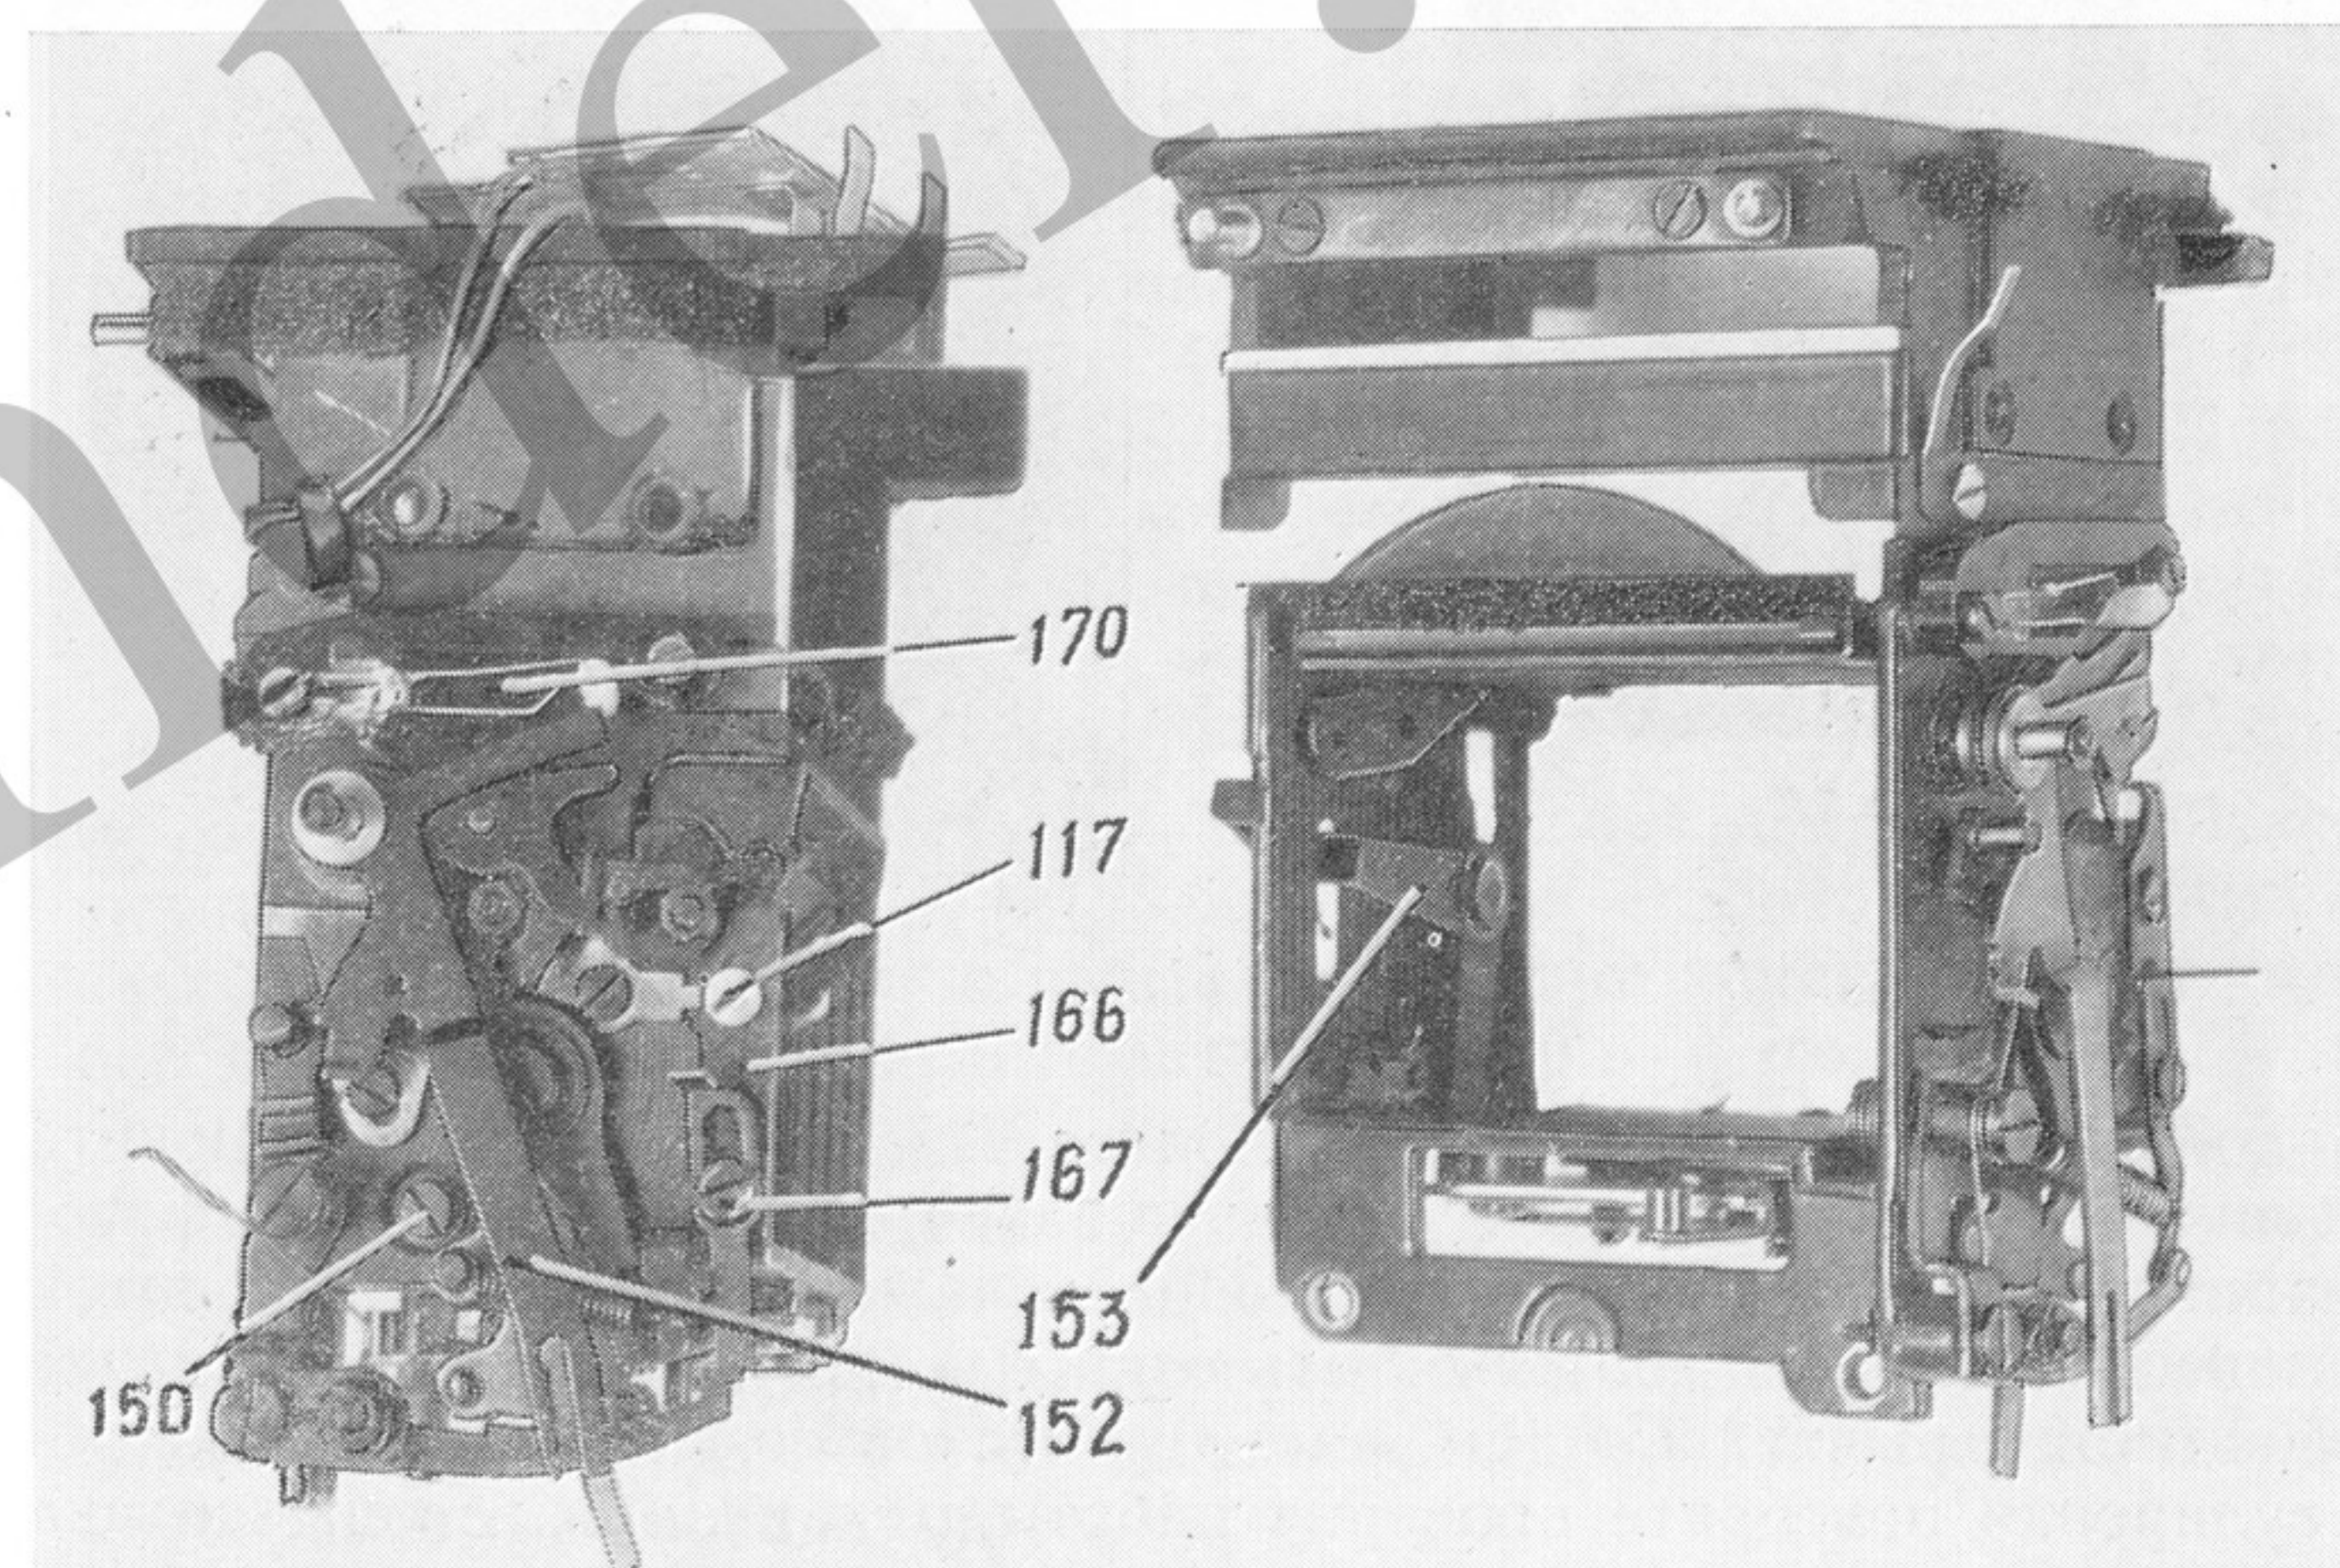
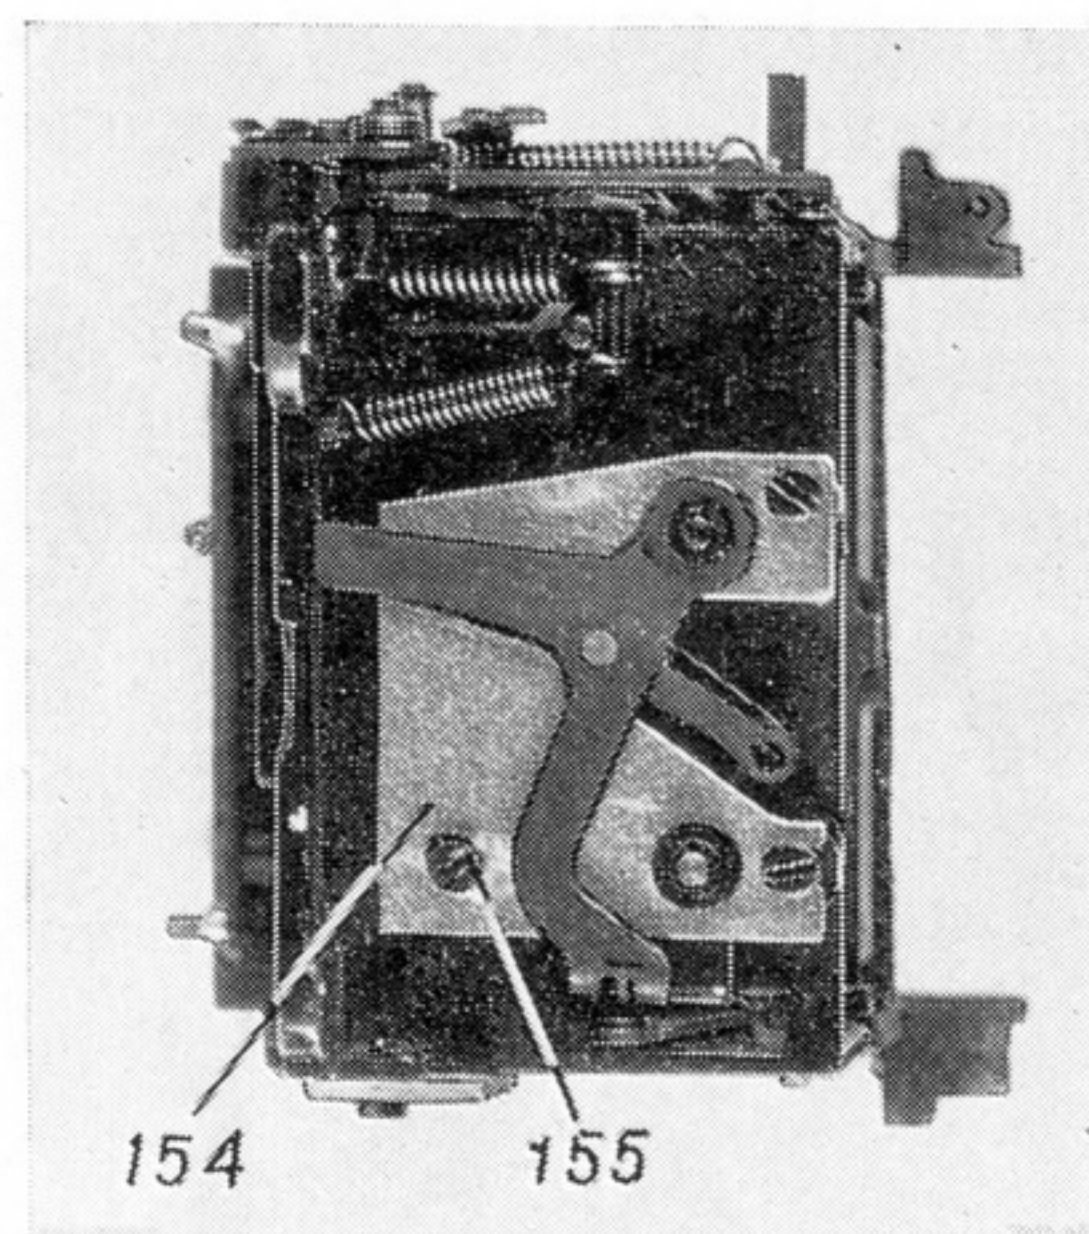

Рис. 18
Рис. 19
7.20. Проверьте и, в случае необходимости, выставьте зеркало механизма 40 под углом $45^\circ \pm 30'$ с помощью эксцентрика 150 (см. рис. 18).
При нажатии на спусковой шток до упора должны производиться спуск механизмов зеркала, и затвора и одновременно блокировка штока от повторного нажатия. Регулировку производите подгибкой рычага 152 (см. рис. 18) механизма зеркала и перемещением рычага 48 (см. рис. 10) при отпущенных крепежных винтах. После регулировки затяните винты. Выставьте рычаг 153 (см. рис. 18) механизма зеркала, управляющий диафрагмой объектива, разворотом платы 154 (см. рис. 19) при отпущенных крепежных винтах 155.
Закройте затвор фотоаппарата. Наблюдая в окуляр контрольного прибора, добейтесь максимальной резкости автоколлимационного изображения марки прибора подвижкой и разворотом зеркала, которые осуществляются путем разворота регулировочной планки 166 (см. рис. 18) на винтах 167 и поворота эксцентрика 150. Нажмите на рукоятку контрольного прибора. Снимите при фокусировке не менее трех отсчетов по шкале, определите среднее арифметическое значение. Определите разность полученных средних арифметических значений, которая определяет несоответствие ра-
7.28. Проверьте работу кнопки «репетитора» 176 (см. рис. 1), при нажатии которой рычаг 153 (см. рис. 18), поворачиваясь, освобождает поводок объектива, управляющий установкой диафрагмы. Для проверки работы поводка объектива совместно с кнопкой «репетитора» установите на объективе значение диафрагмы «22», нажмите кнопку «репетитора» до упора и держите в таком положении. Установите объектив на фотоаппарат, закрепите его на байонете, значение диафрагмы при этом не должно измениться.
Закройте затвор. Наблюдая в визир, измерьте его поле по вертикали и горизонтали и сравните его с полем, видимым в кадровом окне. Совместите поле визира с полем кадра наклоном зеркала с помощью эксцентрика 150 (см. рис. 18).
7.34. Проверьте работу кнопки «репетитора»; убедитесь, что при ее нажатии рычаг 53 (см. рис. 18), поворачиваясь, освобождает поводок объектива, управляющий установкой диафрагмы. Для проверки работы поводка объектива совместно с кнопкой «репетитора» установите на объективе значение диафрагмы «22», нажмите
Установите крышку на корпус фотоаппарата. Установите спусковую кнопку 30 в верхнее положение с помощью винта 178 (см. рис. 8) спускового штока, при этом спусковой шток должен быть на упоре в крайнем верхнем положении. При нажатии спусковой кнопки до упора должны произойти спуск механизмов зеркала, затвора и одновременно блокировка спусковой кнопки от повторного нажатия, пауза между спуском механизма и блокировкой кнопки должна быть минимальной. Регулировку производите подгибкой рычага 152 (см. рис. 18).